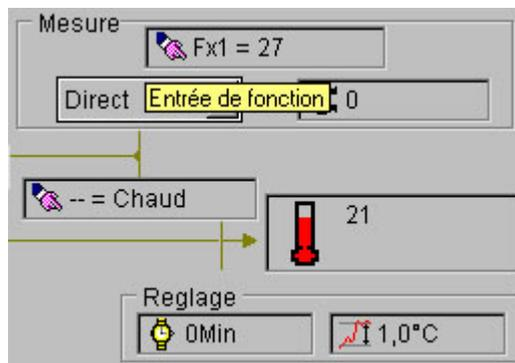

Figure 2.80 :
- Entrée de fonction : la variable d'entrée de la ressource correspond à la température d'ambiance de la zone à réguler. Cette variable peut être l'entrée analogique directement en provenance de la sonde, soit une variable interne au CLIP préformaté par une autre fonction (figure 2.80).